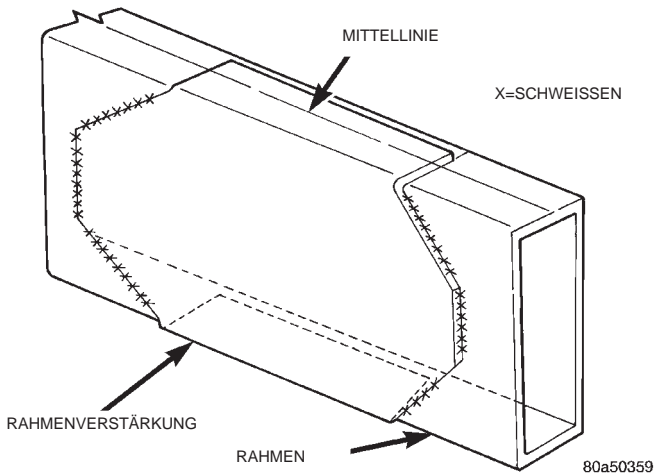

Abb. 2 Verstärkung des Rahmens
- (1) An beiden Enden des Risses eine Bohrung von 3 mm (0,125 Zoll) Durchmesser anbringen.
- (2) Mit einem geeigneten Winkelschleifer mit einer Scheibe von ca. 7,5 cm (3 Zoll) Durchmesser den Riß V-förmig aufweiten, um eine 100 prozentige Durchdringung beim Schweißen zu erzielen.
- (3) Den Riß schweißen.
- (4) Muß ein Längsträger instandgesetzt werden, ist die Schweißnaht zu glätten und eine Verstärkung über der instandgesetzten Stelle anzubringen (Abb. 2).
HINWEIS: Wird eine Verstärkung erforderlich, so muß sie die instandgesetzte Stelle vollständig überdecken. Die Verstärkung sollte außerdem Ober- und Unterseite des Rahmenbauteils zu mehr als 50% seiner Breite abdecken. Die Verstärkung wie in der Abbildung dargestellt anbringen (Abb. 2).